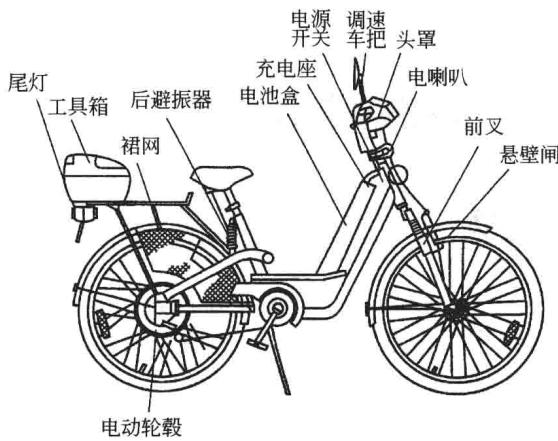

图 1-1 电动自行车的组成
(1) 电动自行车的组成 电动自行车是由机械系统和电气系统两大部分构成的。主要包括动力部分、传动部分、行车部分、操纵制动部分、电气仪表部分，如图 1-1 所示。